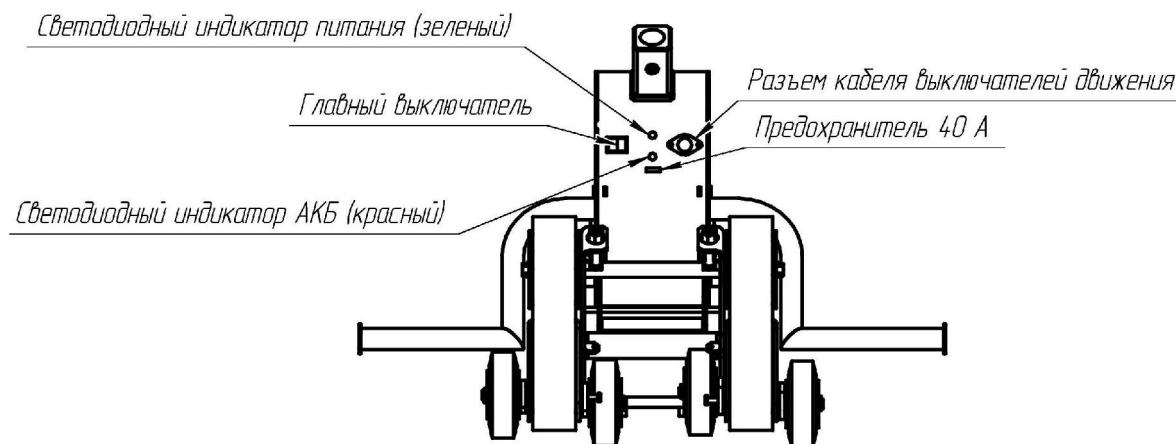

Рис.6. Элементы системы управления
Также размещен штекер (Рис.6б) для подключения электрического кабеля, который подключает аварийный спуск подъемника на лестничную площадку.
4.1. Главный выключатель (Рис.6) выполняет функцию подключения бортовой сети подъемника к источнику питания и имеет два фиксированных положения :
- 2) С помощью зацепов съёмной опоры (Рис.6а) под кресло-коляску с закреплением её винтом к основанию рулевой колонки.
Рис.6а. Установка съёмной опоры
- включить главный выключатель (Рис.6) , светодиодный индикатор должен светиться зеленым светом;
- поставьте подъемник в удобное место для установки на него кресла-коляски с пассажиром и освободите основание рулевой колонки от фиксирующих защелок, соединяющих его с гусеничным агрегатом (Рис.6б, 6в).;
- освобождение от защелок производить рукой, поднятием защелок вверх (Рис.6б,6в);
Рис.6б. Фиксирование кронштейна рулевой колонки
Рис.6в. Фиксирование кронштейна рулевой колонки
Рис.6г. Кабель для аварийного спуска
Рис.6д. Наклон кронштейна рулевой колонки для фиксирования спинки кресла
- приложив небольшое усилие, отвести рулевую колонку движением на себя вниз, до зацепления рулевой колонки защелками (Рис.6д);